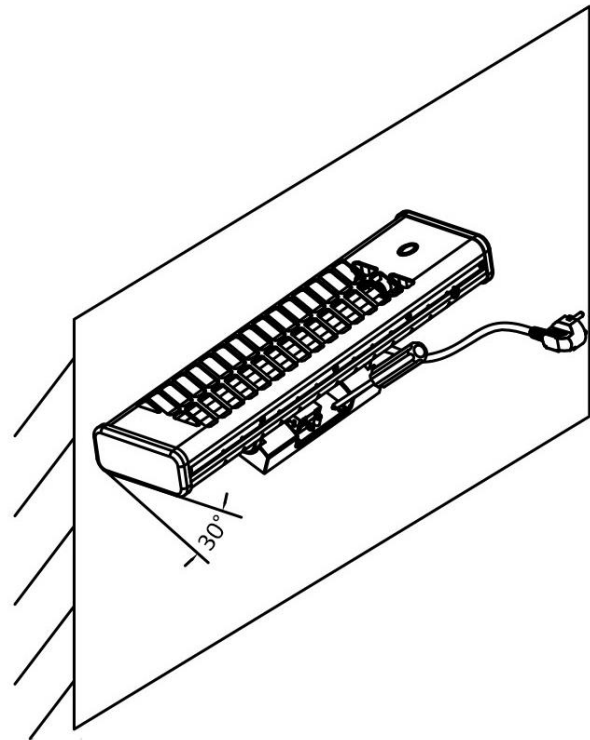

Fig. 6
7. Portare il radiatore completamente verso l'alto e serrare le due viti sulla parte inferiore del supporto a parete (Fig. 6). Ora il radiatore è installato saldamente alla parete.